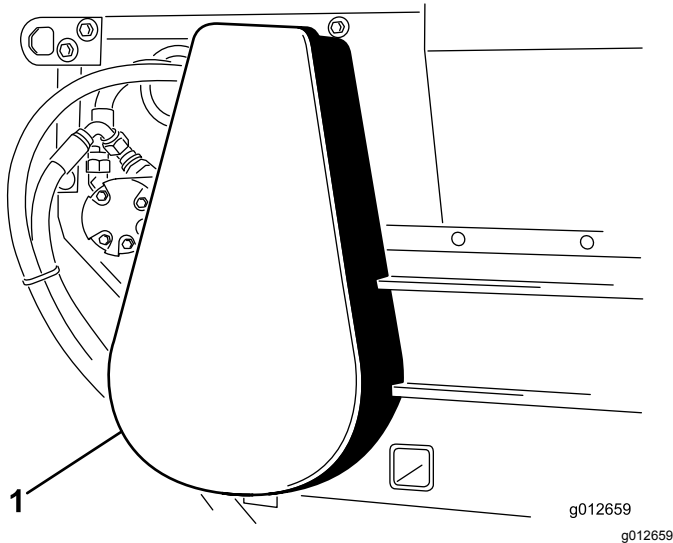

Figura 23
1. Retire la cubierta de la cadena (Figura 23).